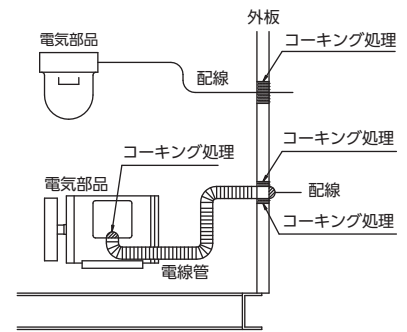

図8-1 外板貫通部の配線要領
- モータ・LEDランプなどの内蔵電気部品の配線終了後、配線や電線管の外板貫通部より機内へ空気の流通がないように、コーキング処理してください。(図8-1 参照)